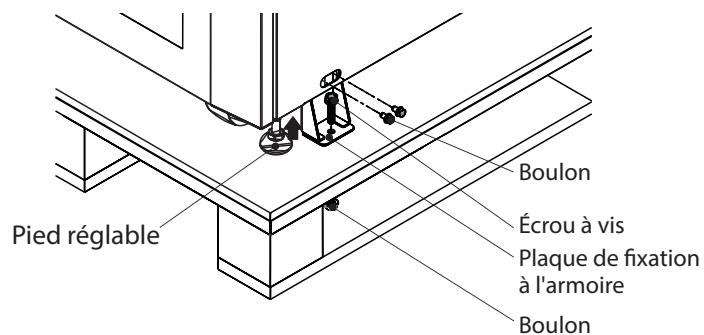

Figure 4.4
3. Retirer les quatre plaques de fixation (Figure 4.4) et desserrer les pieds de nivellement en les tournant dans le sens contraire des aiguilles d'une montre, en les remontant au-dessus du niveau des roulettes. L'armoire de l'onduleur peut maintenant rouler hors de la palette, sur la rampe. Au moins trois personnes doivent être présentes pour déplacer l'onduleur jusqu'à la zone d'installation, une de chaque côté de l'onduleur et une troisième pour guider l'onduleur jusqu'à son emplacement final.